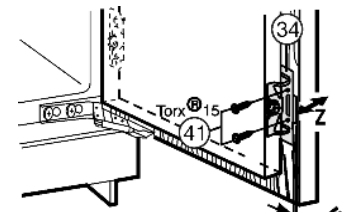

Fig. 23
- ▶ Скрепите вместе дверцу устройства и мебельную дверцу винтами Fig. 23 (41) при помощи крепежного уголка Fig. 23 (34).